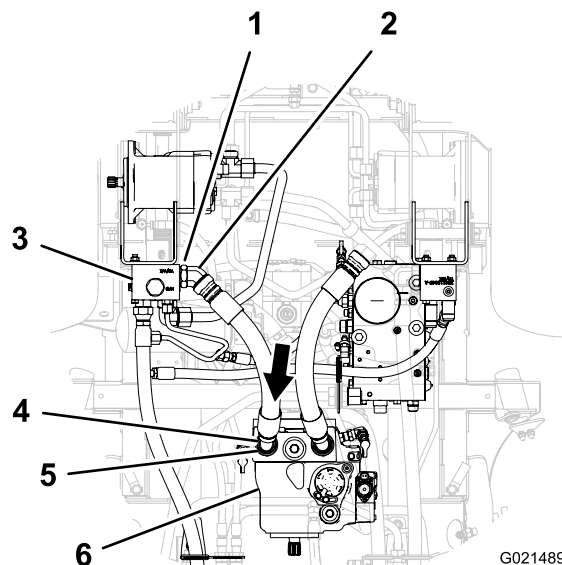

Figura 19
5. Alinhe o encaixe a 45° da mangueira de pressão com o encaixe a direito na bomba hidráulica (Figura 19).
6. Enrosque o encaixe a 45° da mangueira de pressão no encaixe a direito na bomba hidráulica (Figura 19).
7. Aperte a porca de bloqueio do encaixe hidráulico de 45° no colector do divisor de fluxo (Figura 19).